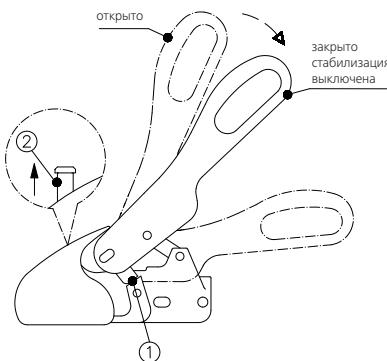

Рисунок 4: отсоединение
Для выравнивания прицепа воспользуйтесь, пожалуйста, установленными на прицепе поручнями вместо рычага управления WS 3000/WS 3500. Открытое ТСУ насаживается на сцепной шар автомобиля-тягача. (Рис. 4). За счет нагрузки на сцепной шар и возможной дополнительной нагрузки на дышло ТСУ автоматически запирается и боковые стопорные серьги (1) стоят параллельно к стопорной поверхности на корпусе. (Рис. 4). Если сцепной шар находится в картере сцепления, виден зеленый штифт контрольной индикации (2). (Рисунок 4).
Если прицеп не эксплуатируется длительное время, его следует поставить на стоянку с закрытым ТСУ. Для этого поднять открытый рычаг управления (Рис. 4), одновременно потянув вперед упор шара (подвижной элемент - Рис. 9) или вдавить в полость шара SAFETY BALL и медленно закрыть рычаг управления.